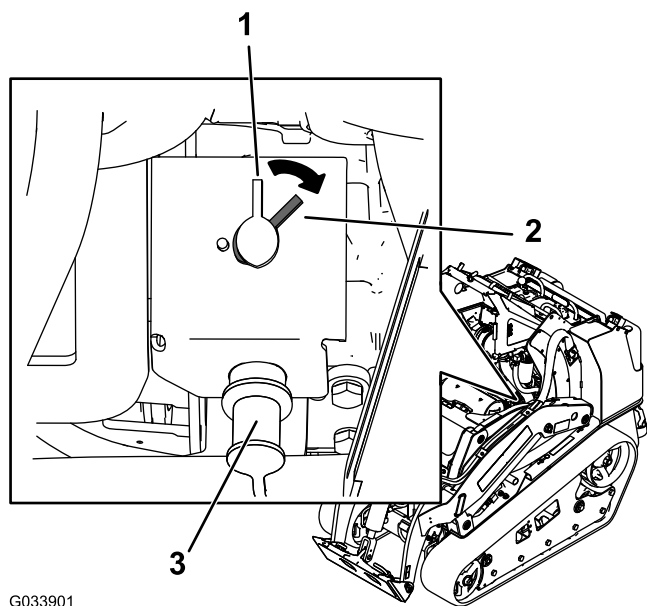

Figura 48
- Para energizar a máquina eletricamente, rode o interruptor de desligar a bateria no sentido dos ponteiros do relógio para a posição LIGAR (Figura 48).
sentido contrário ao dos ponteiros do relógio para a posição DESLIGAR (Figura 48).